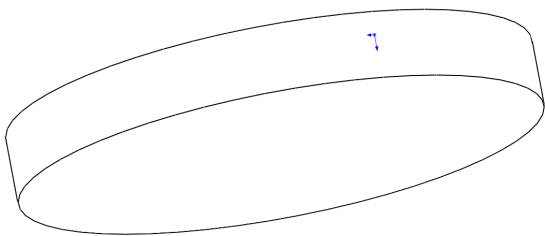

图 1-24 旋转视图对象
- (3) 此时鼠标指针呈旋转状态 ，单击鼠标左键并向右下方拖曳，至合适位置后，释放鼠标，即可旋转视图，效果如图 1-24 所示。